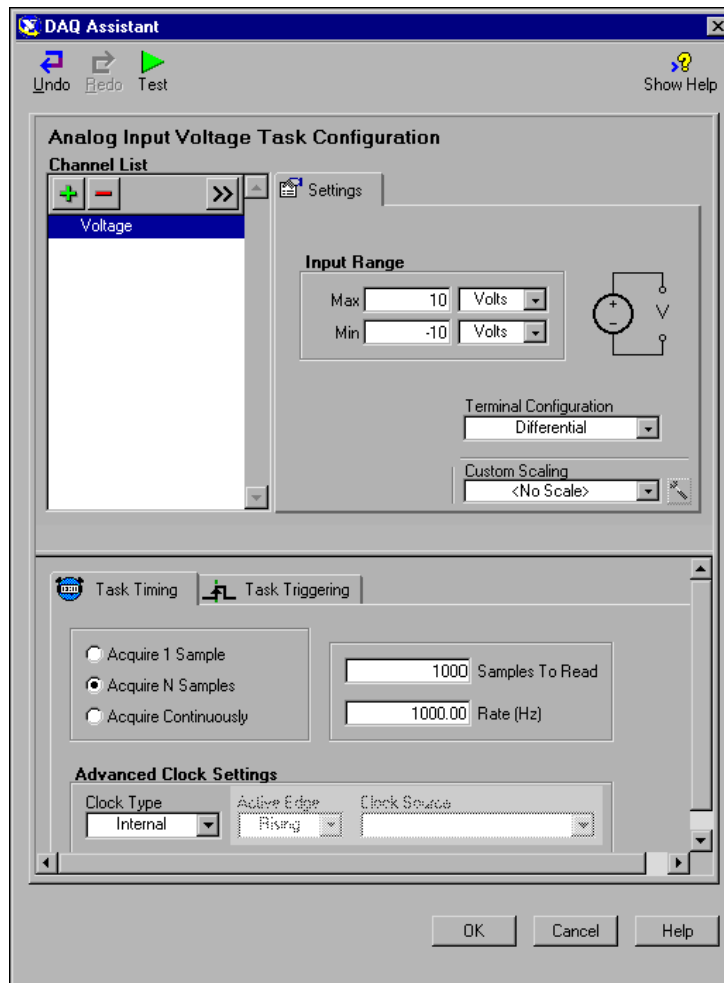

Figura 4-1 Configurare un task utilizzando il DAQ Assistant.
5. Nel riquadro di riepilogo **My Physical Channels**, selezionare il canale fisico a cui è connesso il segnale, come **ai0**, e fare clic sul pulsante **Finish**. Il DAQ Assistant apre una nuova finestra, mostrata nella Figura 4-1, che visualizza le opzioni per la configurazione del canale selezionato per completare il task.